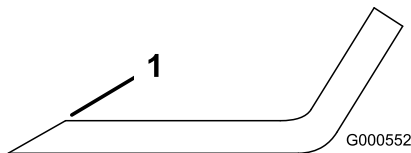

Figure 67
1. Au moyen d'une lime, aiguissez les tranchants aux deux extrémités de la lame (Figure 67).
Remarque: Si la lame est déséquilibrée, limez un peu l'extrémité de l'ailette seulement (Figure 67).